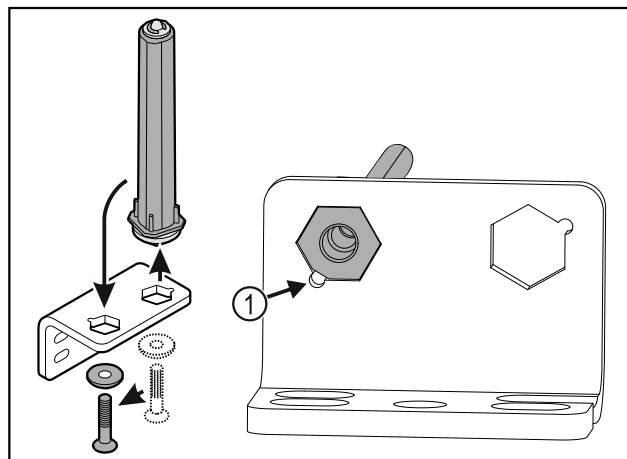

Fig. 33
- ▶ Pöörake tähelepanu sellele, et sissepanemisel on poldi kaldpind Fig. 33 (1) ümara ava poole.